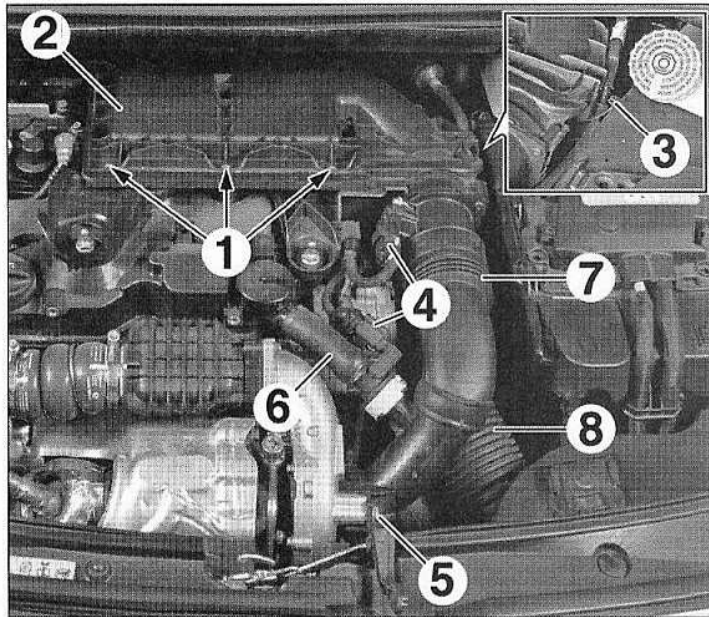

FIG.56
- Déposer les vis (1) du couvercle de filtre à air (2) (Fig.56).
- Dégrafer la fixation (3).
- Soulever et déposer le couvercle de filtre à air (2).
- Débrancher les connecteurs (4).
- la vis (5),
- l'ensemble des conduits d'air (6) et (7),
- le conduit d'air (8).